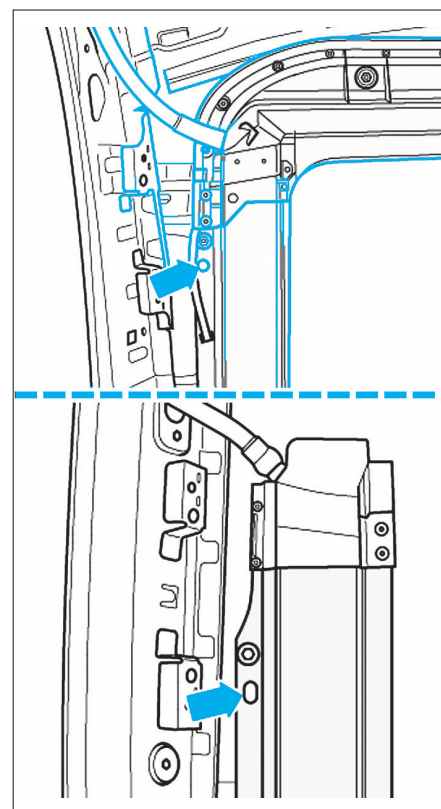

FIG. 92
- Déverrouiller les agrafes de retenue au niveau du clip à l'arrière (Fig.92).
- faire coïncider les alésages de centrage du cadre et de la carrosserie à l'avant et à l'arrière (Fig.92).